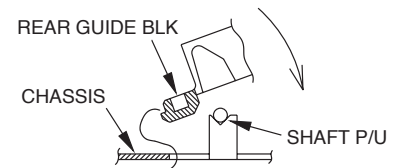

Fig. 6-5
- Reinstall the REAR GUIDE BLK after hooking the 2 claws on the chassis. (Fig. 6-5).
- REAR GUIDE BLK は、2 箇所のツメをシャーシに引っ掛けてから取り付ける。(Fig. 6-5)